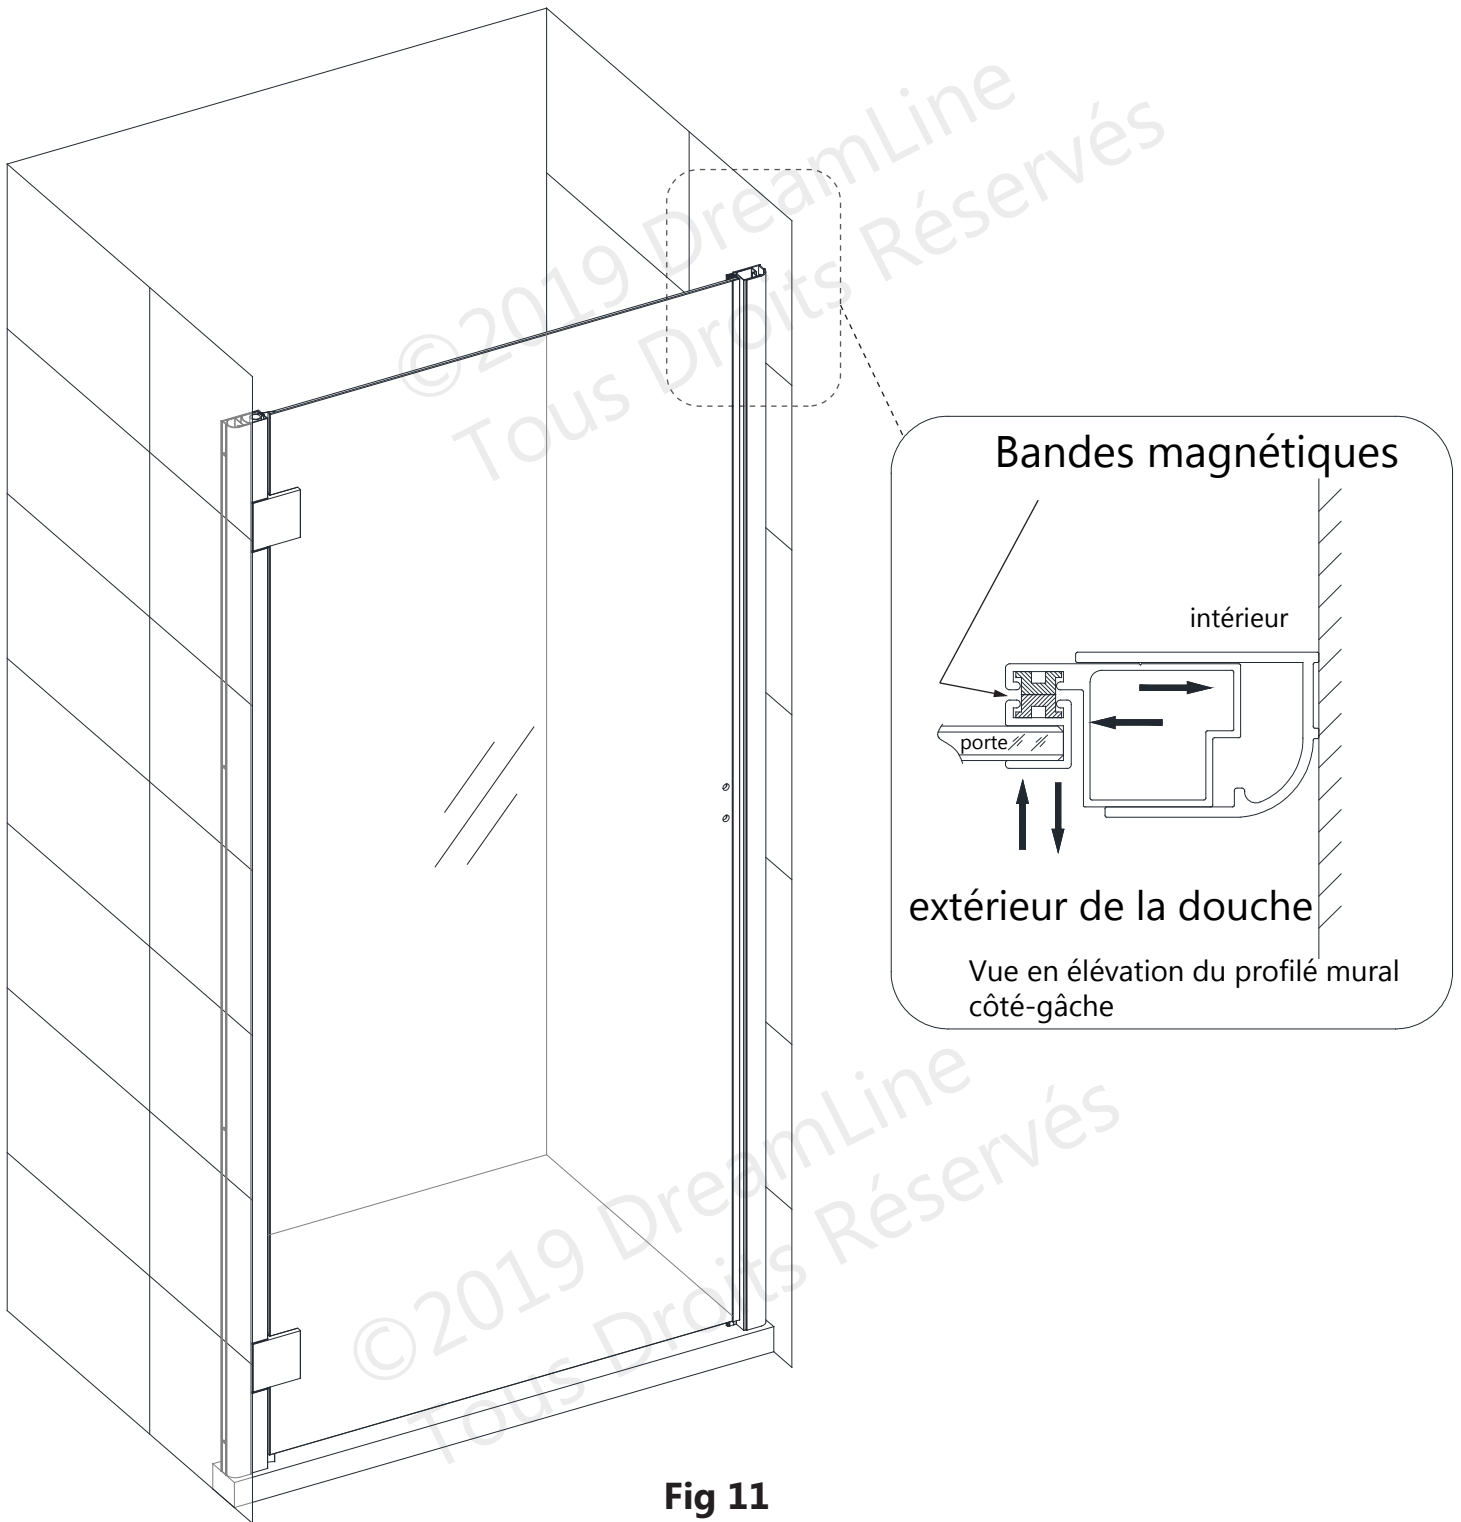

Fig 11
11. L'aimant de la **Gâche (N° 07)** sur la **Porte Vitrée (N° 06)** doit s'aligner avec l'aimant du **Profilé de Gâche (N° 09)**. Assurez-vous que les aimants établissent un contact uniforme de haut en bas. **(Fig 11)**